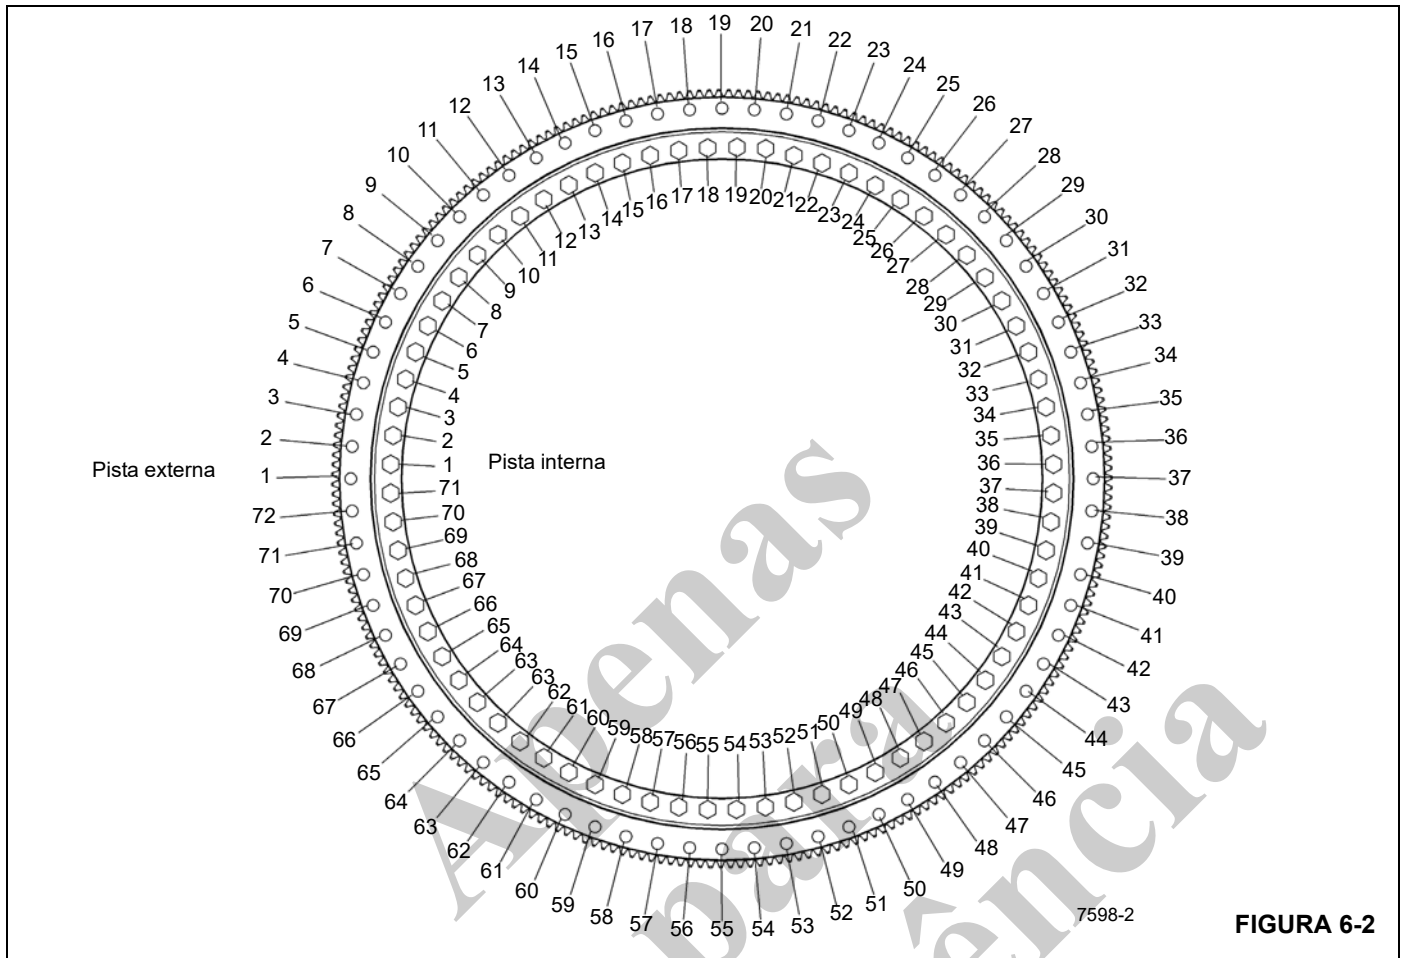

FIGURA 6-2
seguir: 18, 54, 36, 1, 27, 63, 45 e 9 (Figura 6-2). As ferramentas usadas são o terminal, o multiplicador, o adaptador de folga, as extensões necessárias e o torquímetro.
2. Aperte oito parafusos a 867 a 939 lb-pé (1176 a 1273 Nm) usando o padrão da sequência a seguir: 18, 54, 36, 1, 27, 63, 45 e 9 (Figura 6-2). As ferramentas usadas são o terminal, o multiplicador, o adaptador de folga, as extensões necessárias e o torquímetro.